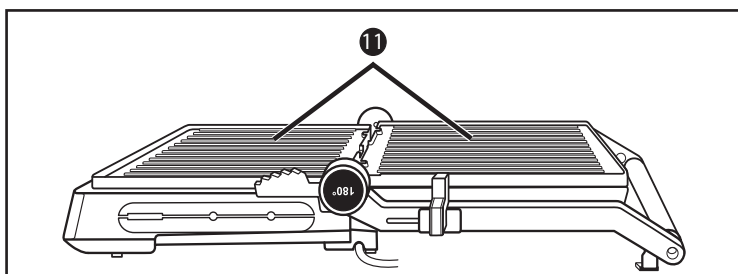

Fig. 2
- 3) Le piastre riscaldanti **11** si trovano ora l'una vicina all'altra e possono essere utilizzate come grill da tavolo (fig. 2).